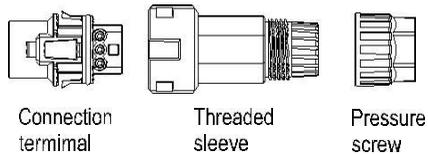

Abb. 5.15
- Wenn Sie on-Grid und off-Grid benutzen wollen, können Sie den ATS (automatic transfer switch), wie in Abb. 5.15 und 5.16 beschrieben, nutzen oder Growatt um Hilfe bei der Verbindung bitten.